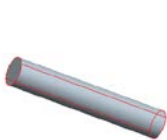
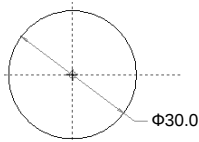
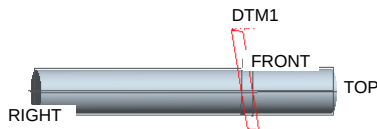

图 5.33.4 实体拉伸特征 1
图 5.33.5 截面图形
图 5.33.6 创建 DTM1
Step3. 创建图 5.33.4 所示的实体拉伸特征 1, 相关操作如下:
(1) 选择下拉菜单**插入(I) → 拉伸(E)...**命令。
(2) 定义草绘截面放置属性。在绘图区中右击, 从弹出的快捷菜单中选择**定义内部草绘...**命令, 进入“草绘”对话框; 选择 FRONT 基准平面作为草绘平面; 采用模型中默认的黄色箭头的方向为草绘视图方向; 选取 TOP 基准平面作为草绘平面的参照; 选取**顶**作为草绘平面参照的方向; 单击对话框中的**草绘**按钮。创建特征截面: 绘制图 5.33.5 所示的特征截面图形(圆), 完成特征截面后, 单击“完成”按钮。
(3) 在操控板值中, 设置两侧的深度类型均为**对称**, 再在深度文本框中输入第一侧深度值 120.0, 第二侧深度值 50.0; 单击“完成”按钮, 则完成拉伸特征的创建。
Step4. 创建图 5.33.6 所示的基准平面 DTM1。